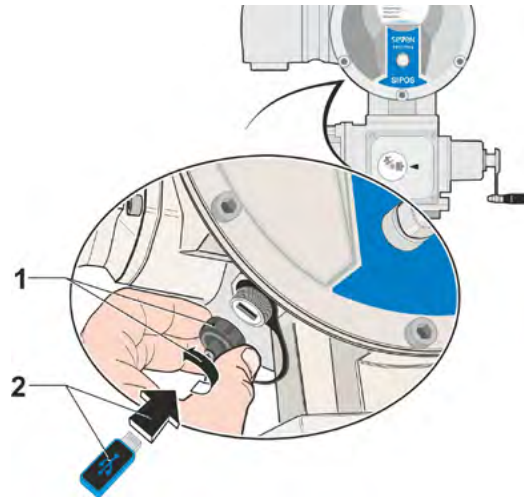

Fig. 1: Tilslutning af USB-nøgle
- Skru kappen af USB-tilslutningen til venstre under elektronikenheden (fig. 1, pos. 1).
- Tilslut USB-nøglen (pos. 2).